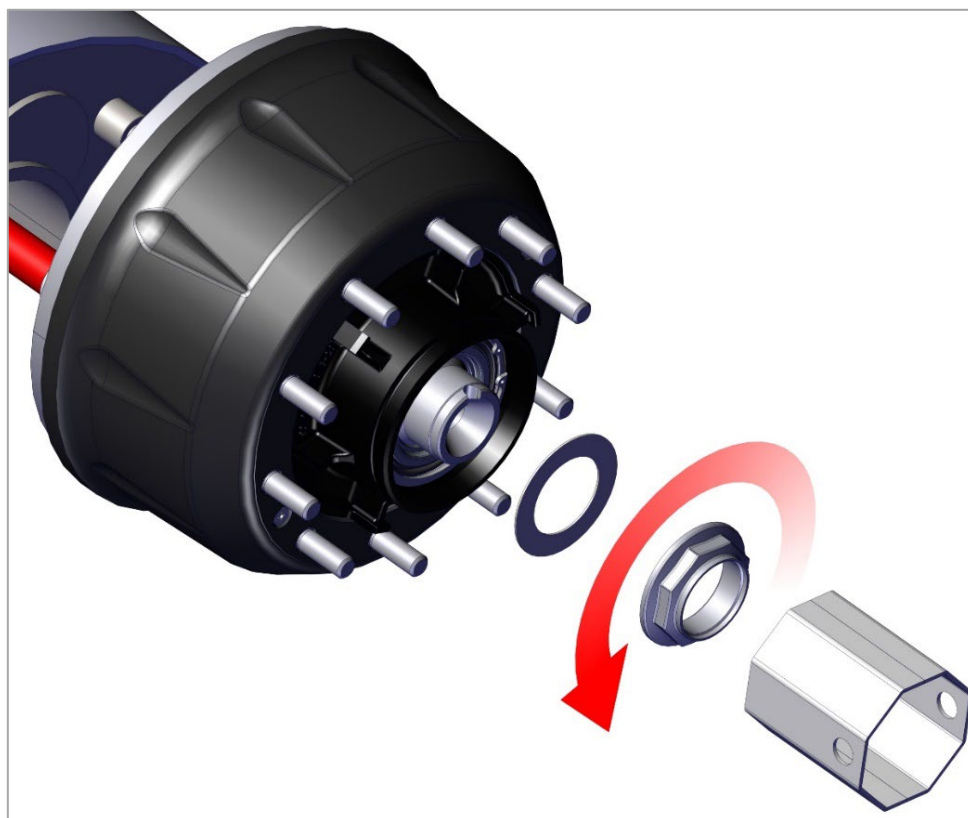

Рис. 10.1. Снятие гайки подшипников
2) Отверните гайку подшипников ступицы и снимите упорную шайбу (рис. 10.1).